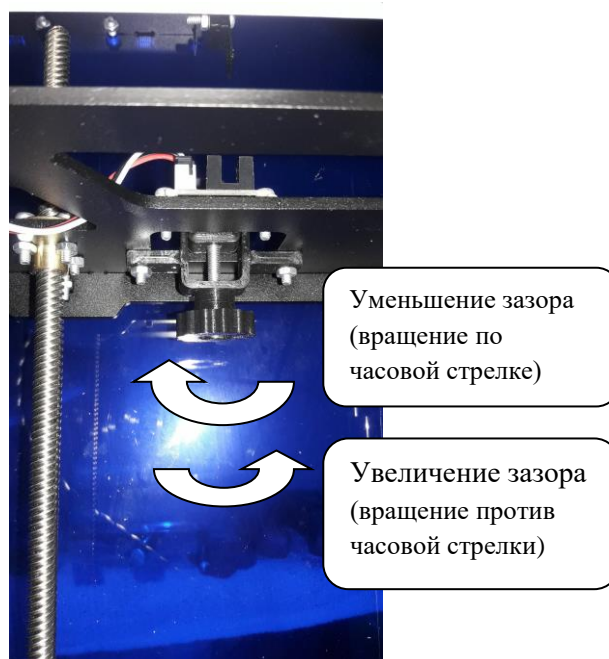

Рисунок 2.15 – Винт регулировки зазора
9. Подкрутите регулировочный винт (рисунок 2.15) и нажмите кнопку **Назад** для возврата в предыдущее меню